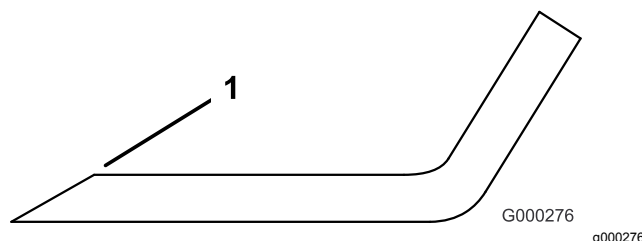

図 32
3. 全部のブレードの刃先を丁寧に点検する。刃先が鈍くなっていたり欠けていたりした場合には研磨する。研磨は刃先の上面だけに行い、刃の元々の角度を変えないように十分注意する 図 32。ブレードの左右を均等に削れば、バランスを狂わすことなく研磨を行うことができる。